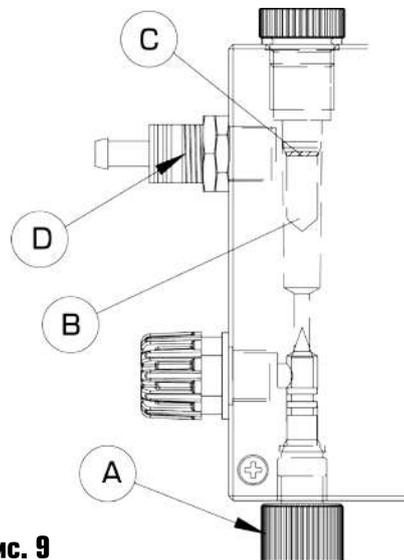

Рис. 9
- Отрегулируйте регулятором «А» (см. Рис. 9) поток воды, подаваемый на анализ. Поплавок «В» должен находиться относительно риски «С», расположенной на корпусе измерительной кюветы (держателя датчиков), так как рекомендовано на данном рисунке.